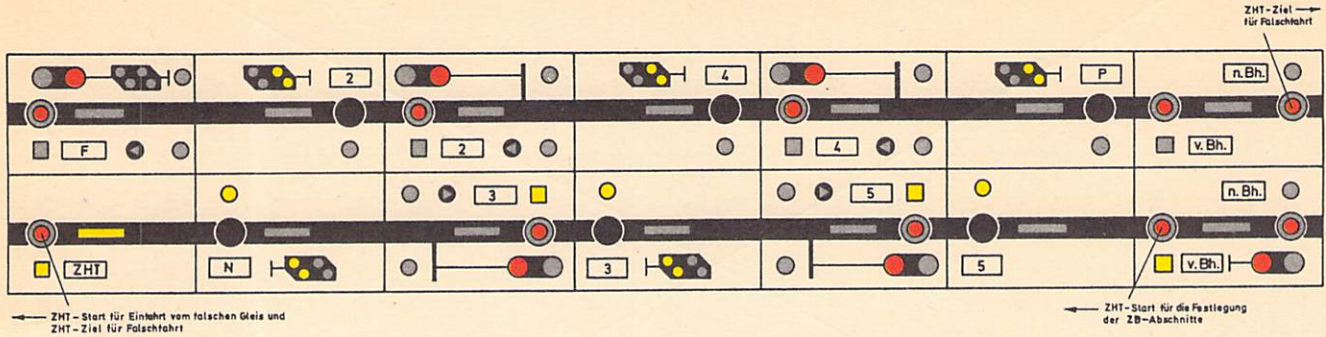

Bild 39
- Bedienen und Löschen der Ersatzsignale** (12) Für das Bedienen und Löschen der Ersatzsignale gelten dieselben Bedingungen wie bei den Ersatzsignalen der Selbstblocksignale (vgl. § 1 Abs. 8). Die Ersatzsignale des Zentralblocks 600 werden mit der Ersatzsignalgruppentaste 1 bedient.
- Falschfahrten** (13) a) Die Zentralblockabschnitte sind für eine Falschfahrt festzulegen. Dies erfolgt für alle Blockabschnitte mit dem Einstellen der Zughilfsstraße. Im letzten Abschnitt des Zentralblockbereichs ist eine besondere Zughilfsstraßentaste vorhanden, die als Starttaste für Falschfahrten in der zulaufenden Fahrtrichtung mit der Zughilfsstraßentaste für Einfahrten vom falschen Gleis als Zieltaste zu bedienen ist (vgl. Bild 39).